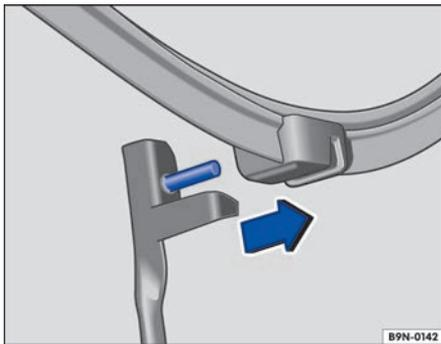

Fig. 248 Cambio de las escobillas limpiacristales del parabrisas.
- Coloque la escobilla en ángulo recto respecto al brazo de la misma y extráigala en el sentido de la flecha → fig. 248.